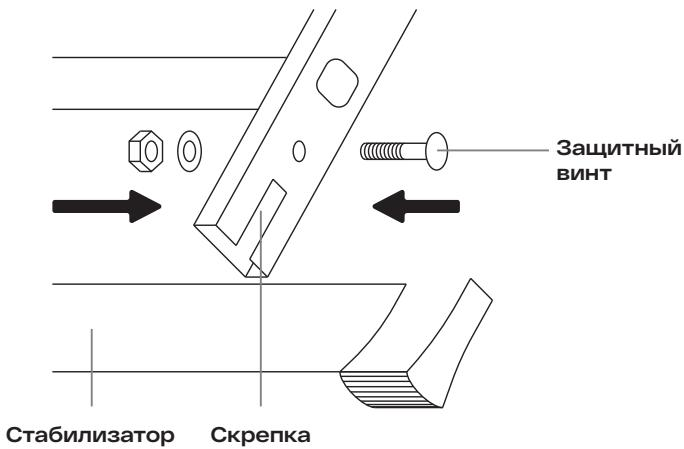

Рис. 2. Закрепление траверсы устойчивости
2. Закрепите поперечную траверсу устойчивости по схеме на рис. 2.